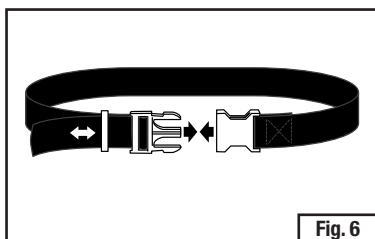

Fig. 6
3. Placer la ceinture autour de la taille et la régler de manière qu'elle soit confortable (Fig. 6).